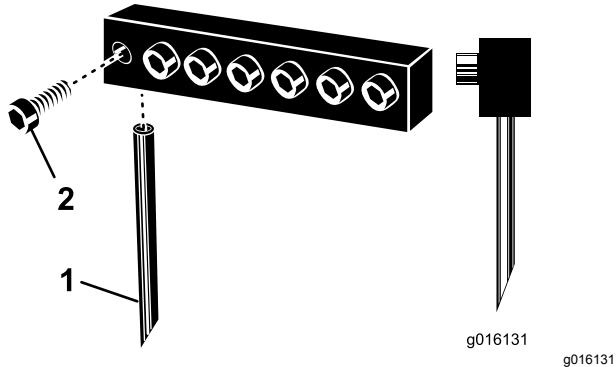

Figura 30
3. Desaperte as cavilhas de vedação e retire os dentes previamente utilizados (Figura 30).
Nota: Os dentes ocos devem ser posicionados com a ranhura de ejeção voltada para trás, ao passo que os dentes sólidos devem ter o ângulo da ponta do dente voltado para a máquina (Figura 30).